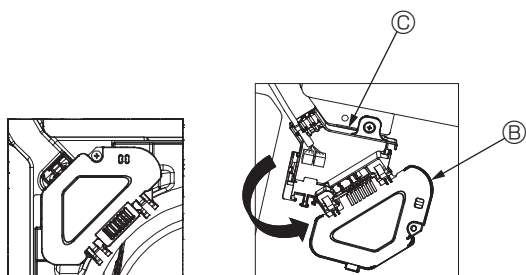

Fig. 7-5
- ③ Uklonite jedan vijak kojim je pričvršćen poklopac kutija poveznika, a zatim otvorite poklopac. (Fig. 7-5)
- ④ Stavite poveznik spojne žice u kutiju poveznika.
- ⑤ Ugradite poklopac žice i poklopac kutije poveznika.